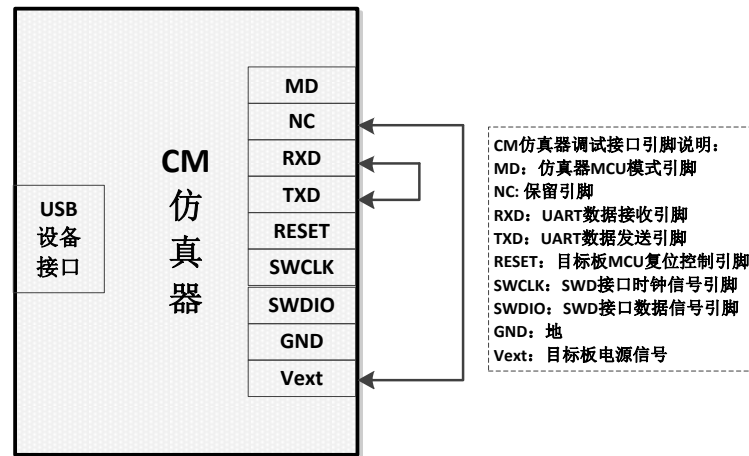

图 11 CM 仿真器 UART 引脚连接
1. 请参考图 11，分别将 CM 仿真器 RXD 与 TXD 引脚、NC 与 Vext 引脚相连：